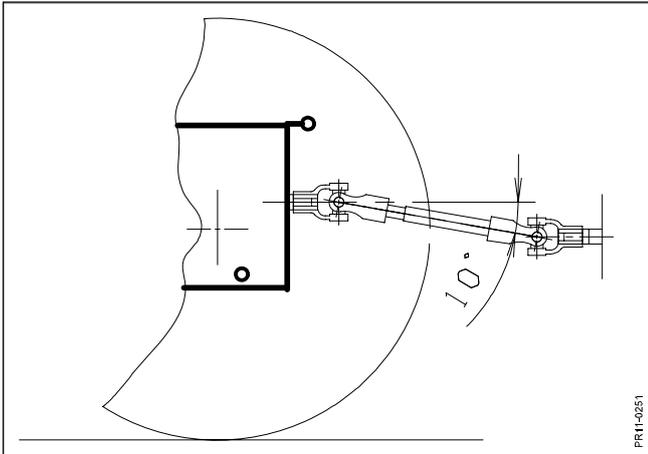

Fig. 2-1
- Fig. 2-1** b) Die Winkelabweichung der Gelenkwelle muß im Bereich -10° bis $+25^\circ$ zur